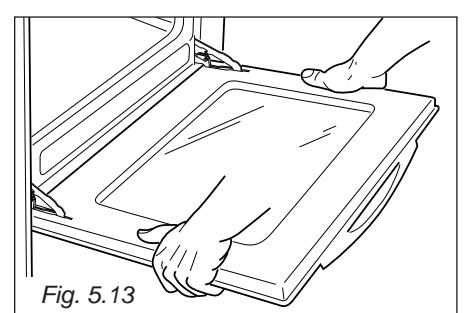

Fig. 5.13
- Sujete la puerta siguiendo las indicaciones de la fig. 5.13.